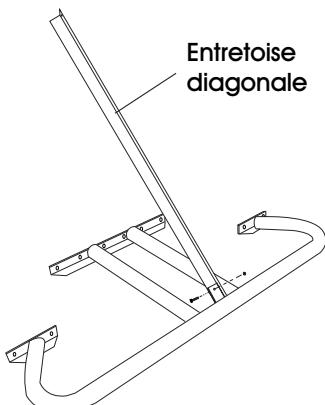

Figure 2
2. Pour les bancs, placez deux planches en aluminium à l'envers sur une surface plane. Installez les embouts en métal aux extrémités de chaque planche. Les trous prépercés des embouts doivent être orientés vers le haut. Figure 2 Utilisez une perceuse électrique et deux vis autotaraudeuses pour fixer chaque embout à chaque extrémité. (Voir Figure 2)